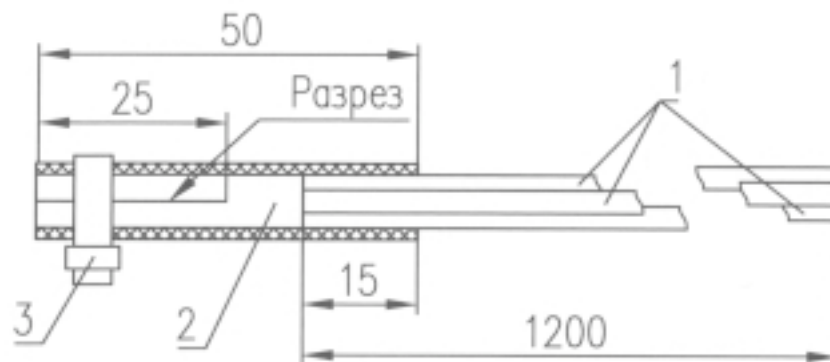

Рис. 1. Адаптер для оптического волокна типа АОВ-3.
1. Адаптеры для оптического волокна (рис. 1) предназначены для распределения и выкладки технологического запаса волокон оптических кабелей в муфтах и кроссовых шкафах.